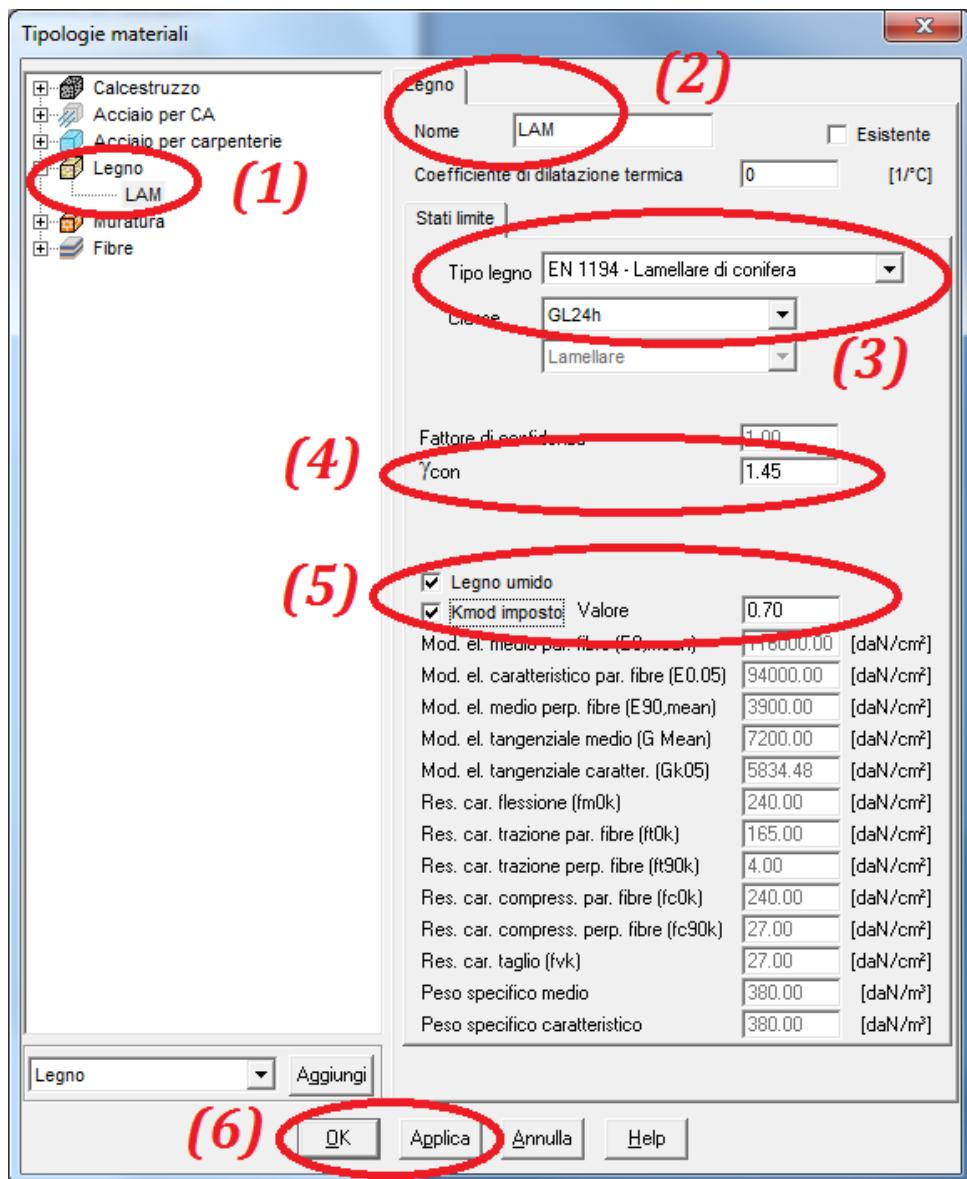

Figura 5
Con riferimento alla figura 5, selezionare, successivamente, l'unico legno presente (1).